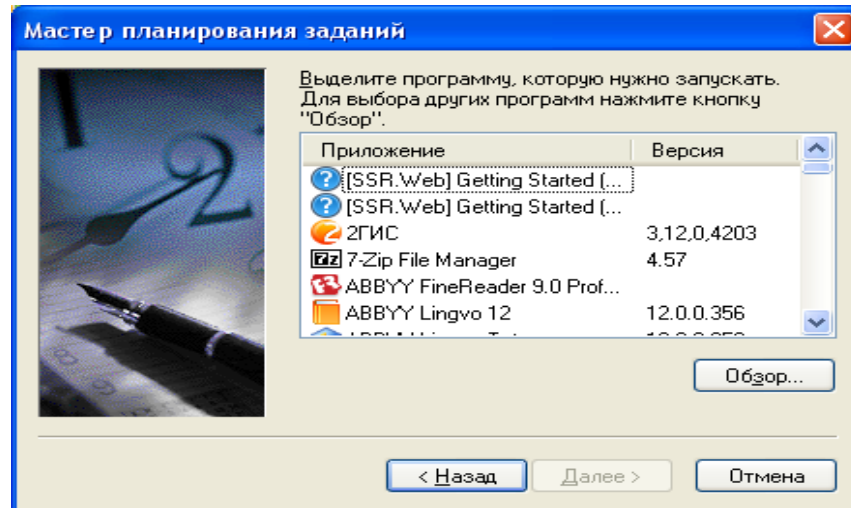
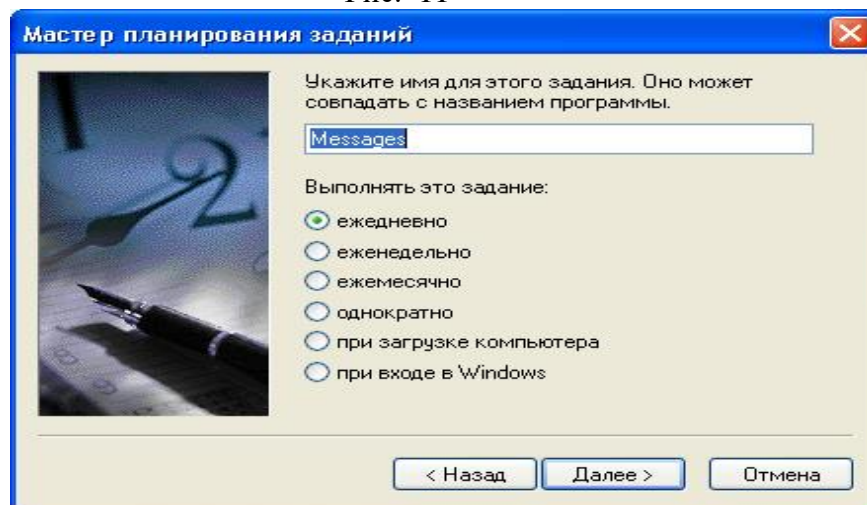

Рис. 11
Рис. 12
3) Нажмите кнопку **Далее**. Откроется окно (рис. 11). Нажмите кнопку **Обзор**, выберите файл **DeleteSchedule.exe** (**rSchedule.exe**, **SKTO_CreateMessagePTO_MM.exe**, **СУКР_Review.exe**) из папки **\\SSD3\exe_mikron** и нажмите кнопку **Открыть**. Откроется окно (рис. 12).